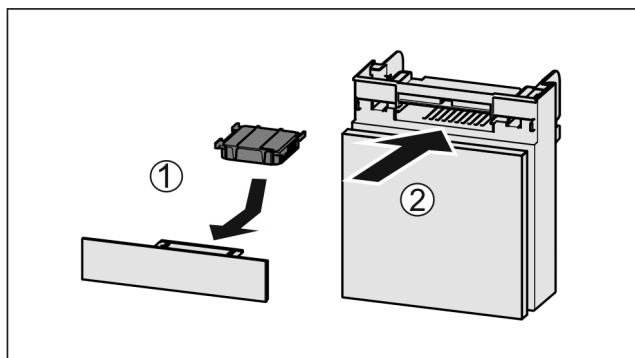

Fig. 114
- Actiefkoolfilter overeenkomstig afbeelding aanbrengen Fig. 114 (1).
- Lade erin schuiven Fig. 114 (2).